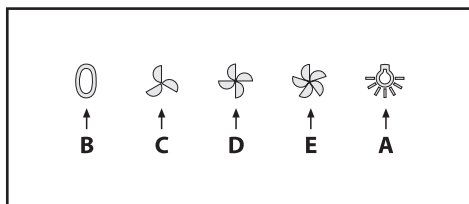

Fig.9
- **Commandes mécaniques (Fig.9)** les symboles sont les suivants: